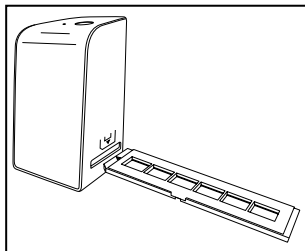

Figure 1
- ◆ Déverrouillez la fermeture sur l'avant du support à négatifs ❺ et ouvrez le support.
- ◆ Poussez maintenant le support à négatifs ❺ avec le triangle repère en avant et bien visible dans le tiroir de droite ❹ (voir figure 1).
- ◆ Poussez le support à négatifs ❺ dans le tiroir de droite ❹ jusqu'à ce qu'il s'enclenche nettement en première position. Pour les négatifs suivants, poussez un peu plus le support à négatifs ❺ jusqu'à ce qu'il s'enclenche nettement dans la position suivante.